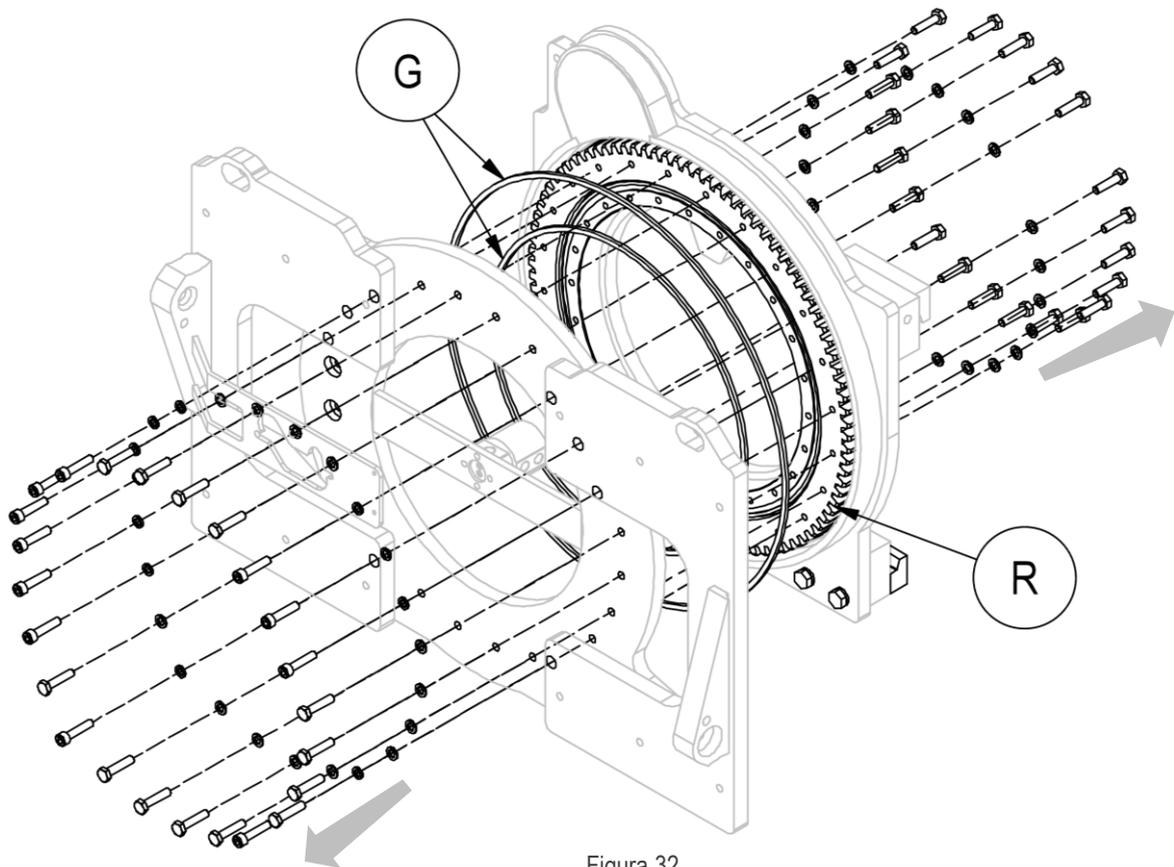

Figura 32
5. Retirar la parte frontal del cuerpo giratorio, asegurándose de apoyar adecuadamente todas las piezas para poder realizar la operación de forma segura (mira Figura 32).
6. Para poder retirar la ralda **R**, también es necesario quitar los tornillos de la parte trasera del implemento (mira Figura 32).